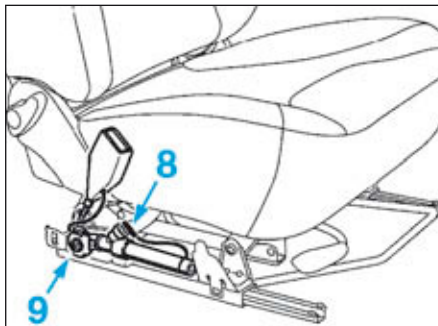

FIG.23
- Débrancher le connecteur (8) du prétensionneur ventral de ceinture de sécurité avant (Fig.23).
- la vis (9) du prétensionneur ventral de ceinture de sécurité avant,